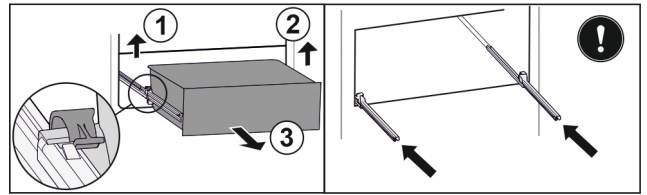

Fig. 177
- Linke Klemme anheben und gleichzeitig Schubfach links nach vorne ziehen. Fig. 177 (1)
- Rechte Klemme anheben und gleichzeitig Schubfach rechts nach vorne ziehen. Fig. 177 (2)
- Schubfach nach vorne entnehmen. Fig. 177 (3)